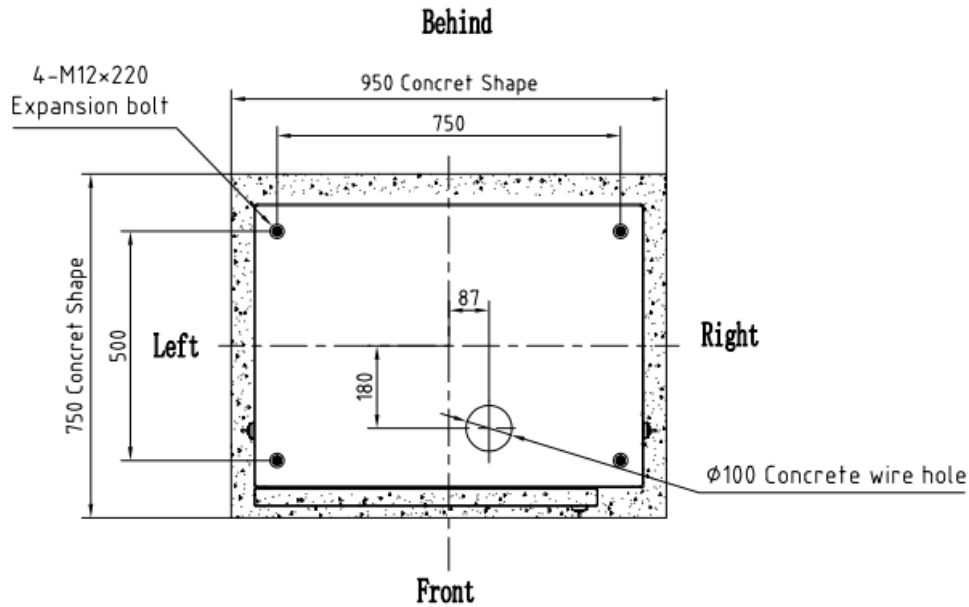

Figure 3 Taille de montage de la base
2) Les dimensions de montage de la base sont illustrées à la figure 3: